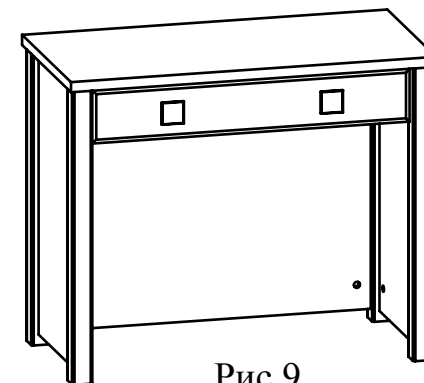

Рис.9
- Вставьте заглушки минификсов и конфирматов. Установите ящик в корпус стола (Рис. 9).